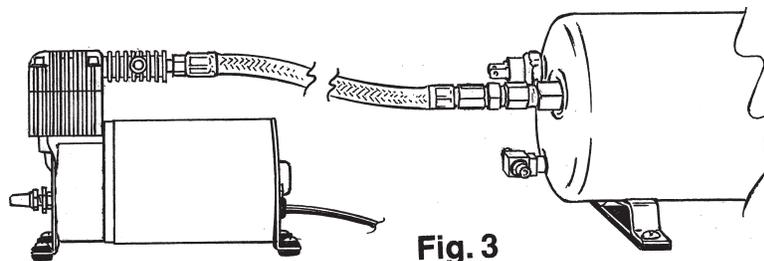
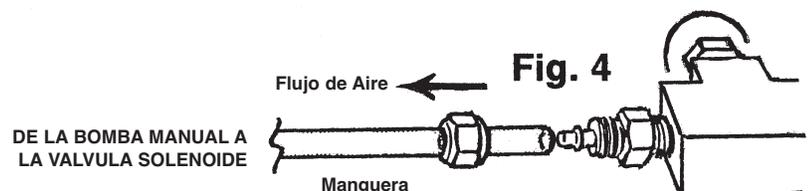

Fig. 3
Fig. 4
INSTALACION DE LA MANGUERA (Fig 3 y Fig 4):
5. Conecte la manguera de metal trenzado del compresor al conector hembra de bronce del tanque (fig 3).
6. Usando la manguera plástica proveída, corte al tamaño para conectar el tanque a la válvula de acción manual del solenoide. Coloque el conector de bronce tipo tuerca en la manguera plástica. Presione la manguera hacia la conexión macho del tanque. Apriete la tuerca de bronce hacia el conector. **PRECAUCIÓN:** No se exceda en apretar los conectores. (Fig 4.)